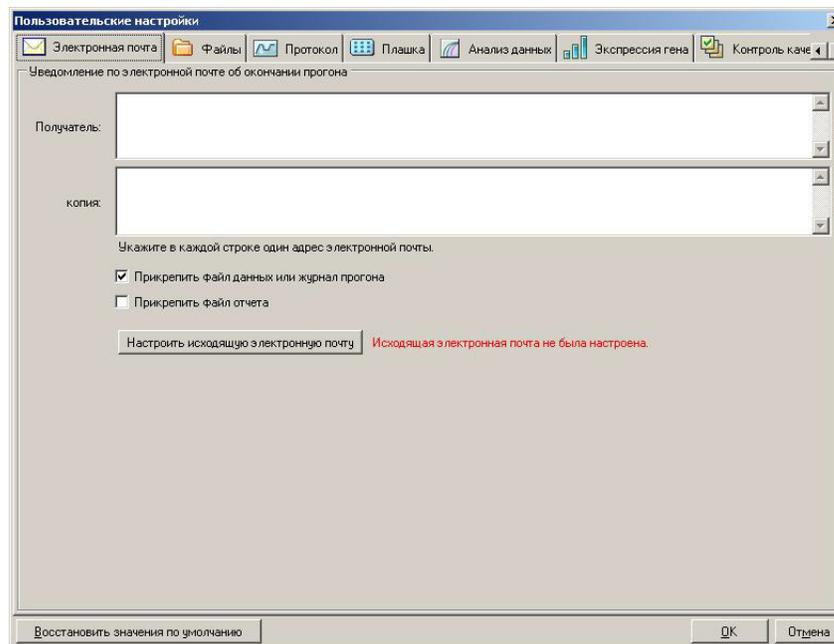

Рис. 91. Вкладки окна Пользовательские настройки.
- Для просмотра или изменения настроек перейдите на соответствующую вкладку (Рис. 91)
Перейдите на вкладку **Электронная почта** (Рис. 91), чтобы ввести адреса электронной почты, на которые нужно отправлять уведомления о завершении прогонов. Программное обеспечение может отправить электронное сообщение с вложенным файлом данных или отчетом при задании соответствующих параметров.